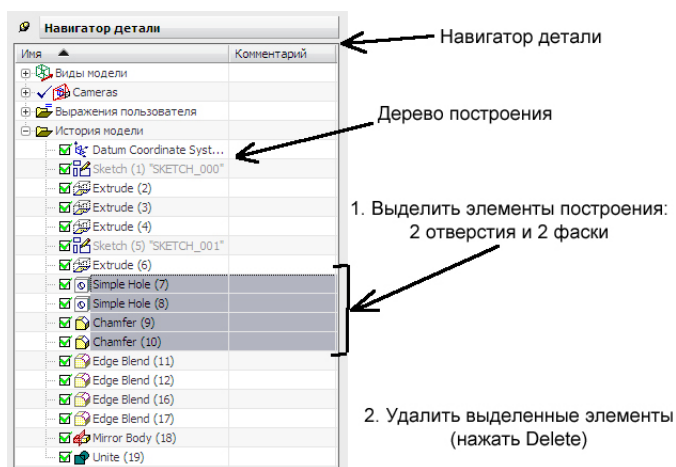

Рис. 37. Удаление элементов построения
Приступим к перестроению детали – удалим элементы детали, отсутствующие на поковке: 2 отверстия и фаски. В навигаторе детали выделим следующие элементы: Simple Hole (7), Simple Hole (8), Chamfer (9), Chamfer (10). Для выделения одновременно нескольких элементов необходимо кликать по ним ЛКМ при нажатой клавише Ctrl (для отмены выделения необходимо нажать клавишу Esc). После выделения нужных элементов нажимаем клавишу Delete (рис. 37).